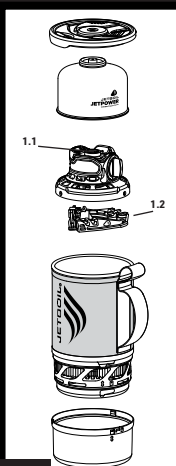

Fig. 1
1. Saque los elementos incluidos en el recipiente (Fig. 1).